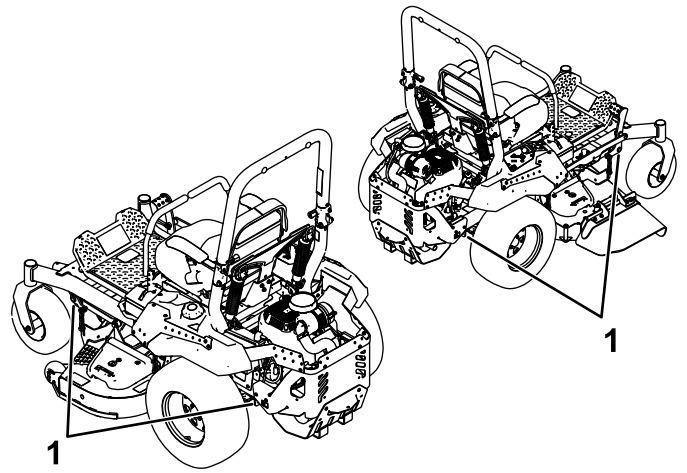

Figura 40
6. Amarre la máquina junto a las ruedas giratorias delanteras y el bastidor trasero con correas, cadenas, cables o cuerdas (Figura 40). Consulte la normativa local respecto a los requisitos de amarre.